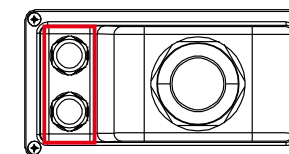

Abbildung 5.29
- Schrauben Sie die Abdeckungen von „COM2“ und „COM3“ am Wechselrichter ab (siehe Abbildung 5.29).